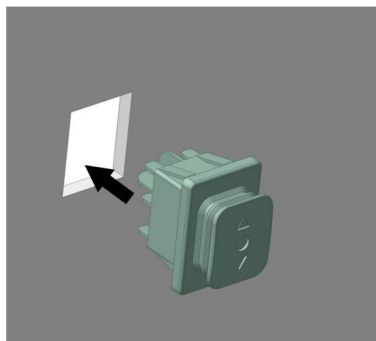
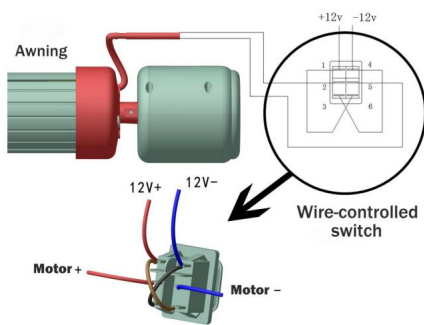

Figure D20
Figure D21
4.1 Tout d'abord, installez l'interrupteur de commande du fil dans une position appropriée à l'intérieur du véhicule (Figure D20). Une fois le capot installé, introduisez le fil du moteur dans le véhicule et connectez-le conformément à la Figure D21. Il est recommandé d'utiliser un cordon d'alimentation à 2 conducteurs avec * 1,5 mm ou plus et une longueur de fil RVV2 de 3 m maximum pour le cordon d'alimentation du moteur (la partie câblage à l'intérieur de la voiture doit être préparée).